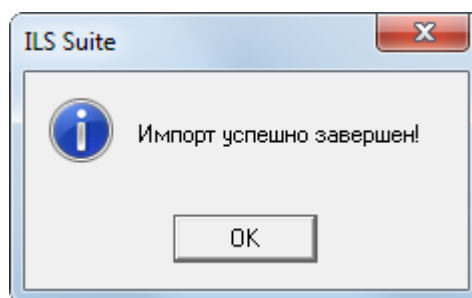

Рис. 11-47 – Информационное сообщение
5) По окончании импорта выводится информационное сообщение (рис. 11-47).